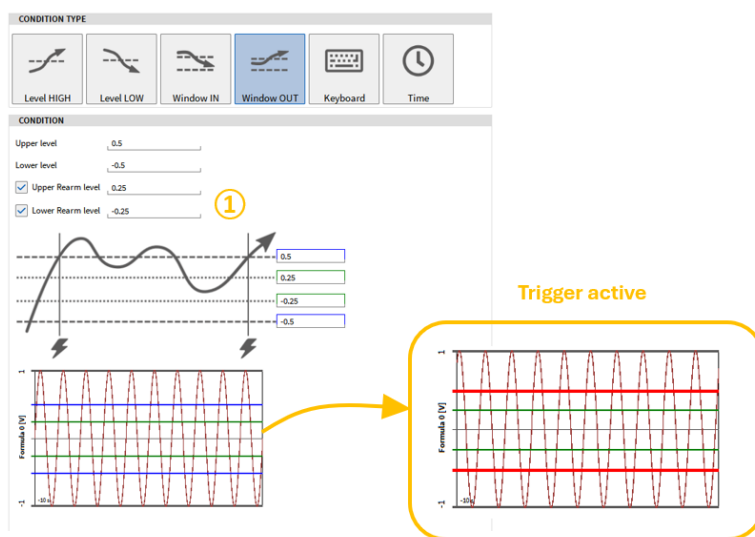

Abb. 9.9: Trigger auf *Bereich verlassen*
- **Window OUT:** Bereich verlassen: Ereignis aktivieren, wenn das gewählte Signal einen bestimmten Bereich verlässt. Eine obere und untere Grenze kann definiert werden (siehe Abb. 9.9). Ein Rearm Level, welches erfüllt werden muss, bevor der Trigger erneut einsetzt, kann optional definiert für die obere und untere Grenze verwendet werden (siehe ① in Abb. 9.9).